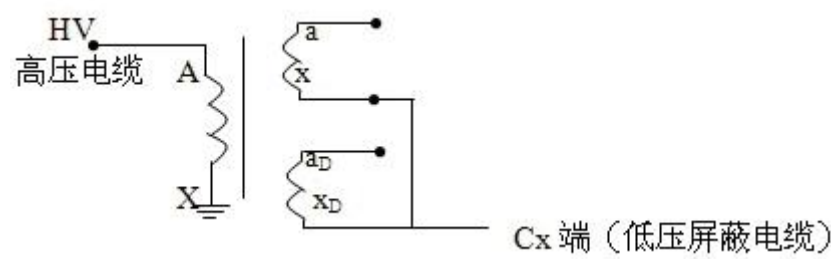

图 8 末端屏蔽法接线
2) 末端屏蔽法（正接线方式），见图 8，可施加 10kV 电压，由于电压在 AX 绕组的不等分布，电容量值比常规法要小很多。